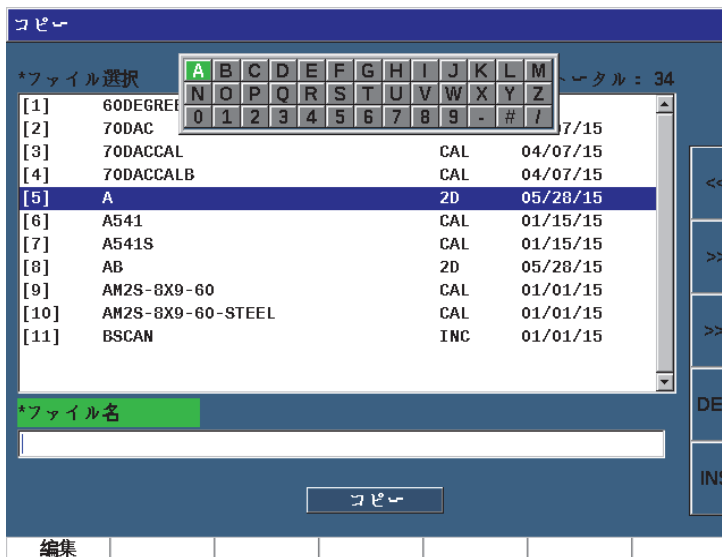

図 10-23 コピー設定ページ
1. **管理 > コピー**（グループ 5/5）を選択し、コピーページを表示します（230 ページの図 10-23 参照）。